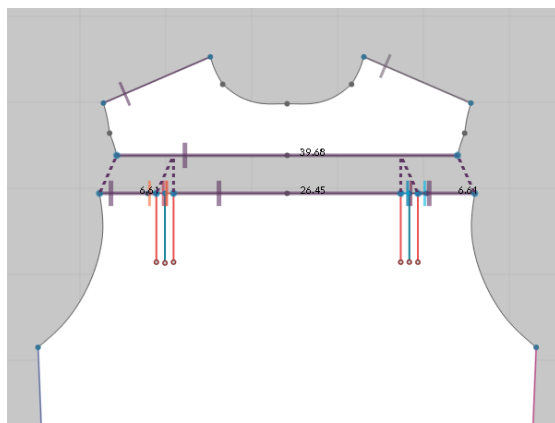

图 4-2-40 过肩 1: N 缝合
① 选择 2D 视窗工具栏中“ (自由缝纫)”工具，左键单击过肩分割线左端点，沿分割线移动至右端点单击，选中过肩分割线。
② 按住“Shift”键，从后片分割线左端点单击，沿分割线向右移动至第一个褶左端点单击；跳过第一个褶，然后从第一个褶右端点单击，沿分割线向右移动至第二个褶左端点单击；跳过第二个褶，然后从第二个褶右端点单击，沿分割线向右移动至分割线右端点单击；松开“Shift”键，完成过肩与后片的缝合，如图 4-2-40 所示。